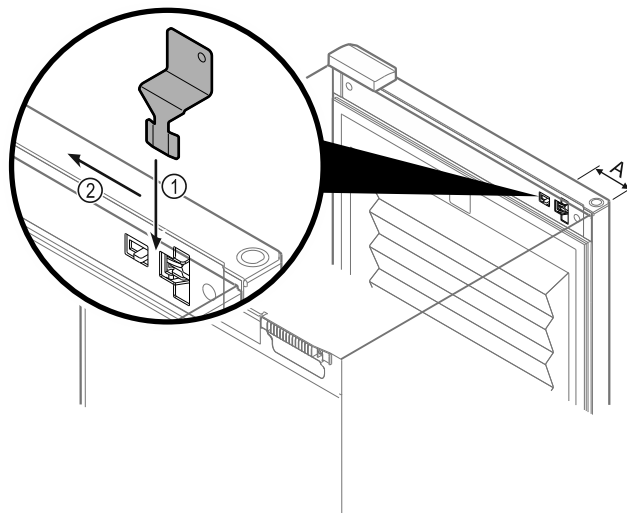

Fig. 150
- Klíč pro nouzové odblokování umístěte na dané místo Fig. 150 (A) ≈ 100 mm.
- Klíč pro nouzové odblokování Fig. 150 (1) zasuňte mezi dveře a korpus spotřebiče shora až na doraz.
- Klíč pro nouzové odblokování zatlačte ve směru závěsu Fig. 150 (2)